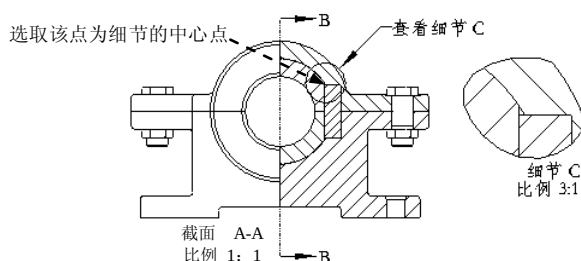

图 3.12.42 创建局部放大图
(1) 在绘图区的空白处右击, 在弹出的快捷菜单中, 选择  插入普通视图... 命令, 在弹出的“选取组合状态”对话框中单击  确定 按钮。
(2) 在系统  选取绘制视图的中心点。 的提示下, 在屏幕图形区右下角的区域选取一点。在弹出的“绘图视图”对话框中, 设置视图方向为“V1”, 比例值为 1.0, 视图显示模式为  消隐, 切边显示模式为  实线, 然后单击  确定 按钮, 则系统即按 V1 的方位定向视图。
Step6. 在工程图模式下, 创建主视图的局部放大图。选择  布局   详细... 命令; 在系统  在一现有视图上选取要查看细节的中心点。 的提示下, 在主视图中单击选取要查看的细节的中心点; 在系统  草绘样条, 不相交其它样条, 来定义一轮廓线。 的提示下, 围绕中心点草绘出要放大区域的轮廓线, 单击中键结束草绘, 在绘图区空白处选取一点单击, 放大图便在所选之处生成; 双击放大图, 在系统弹出的“绘图视图”对话框中, 首先修改视图名为 C; 然后将视图比例设置为 3.0, 最后单击  确定 按钮, 局部放大图如图 3.12.42 所示。